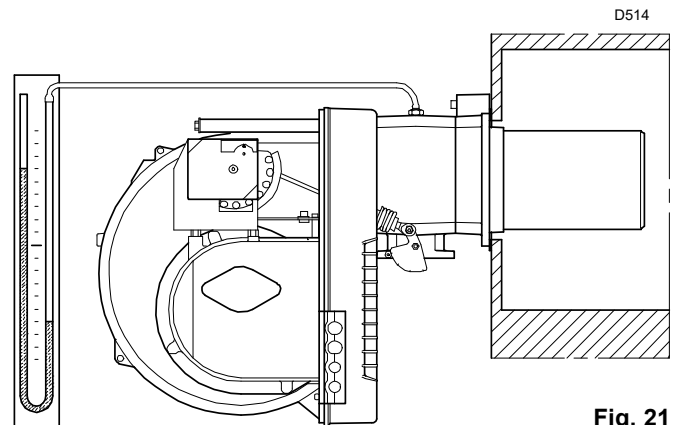

Fig. 21
- Instalar un manómetro de tubo en "U" (Fig. 21) en la toma de presión del gas del manguito.
La llegada de gas al manguito puede observarse en el manómetro en U (Fig. 21).
A título orientativo se puede calcular consultando la Tab. F en pág. 19, basta leer la presión del gas en el manómetro en U, ver Fig. 21 en pág. 23, y seguir las indicaciones de la pág. 19.